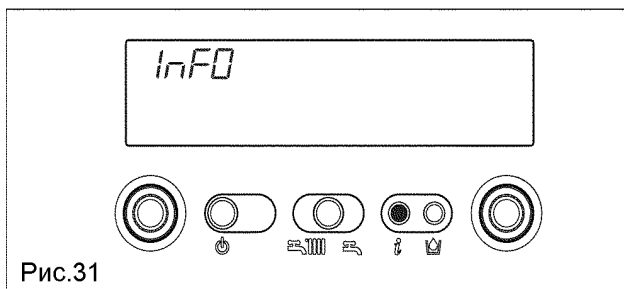

Рис.31
При нажатии кнопки , дисплей погаснет, и будет гореть только надпись InFO (рис. 31). При нажатии кнопки , котел позволяет отобразить некоторую полезную информацию, относящуюся к его работе. При каждом нажатии этой кнопки будет отображаться следующая информация. Если не нажимать больше эту кнопку, система автоматически вернется к стандартному отображению.
**Info 0** Отображается надпись InFO (рис. 31)